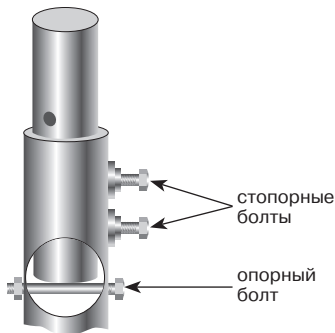

Рисунок 9.
7. Выдвиньте крайнее верхнее колено мачты в рабочее положение, вставьте опорный болт в предыдущее колено и закрепите его гайкой с пружинной шайбой, уприте крайнее колено в опорный болт. **Рис. 9.**